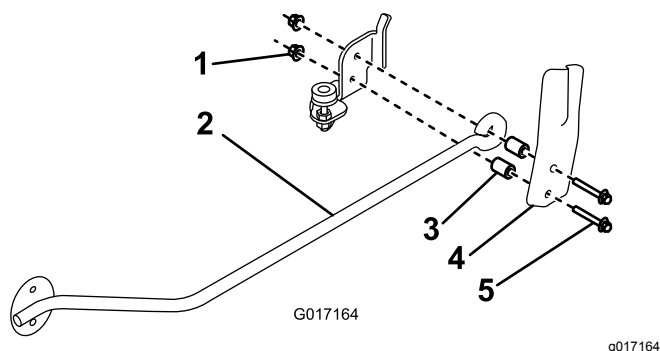

Рисунок 6
- Прикрепите пружину щетки и стержень щетки к кронштейну щетки при помощи 2 болтов (M6 x 40 мм), проставок и контргаек (M6), как показано на Рисунок 6.